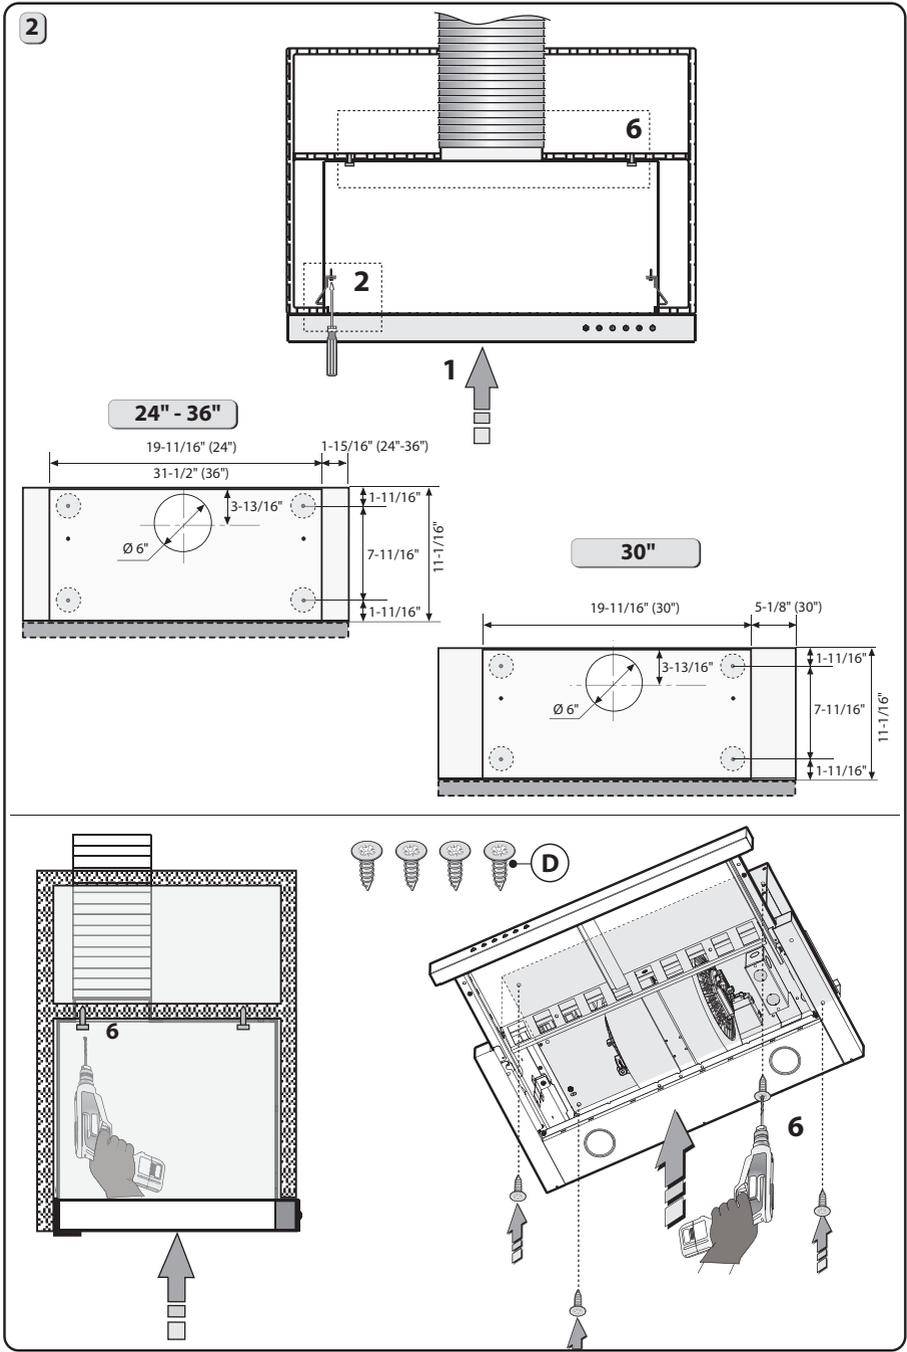

Fig.5
- 5 - Fixer la hotte à la tablette de support comme illustré à la Fig. 5, étape 6, puis ajuster l'entretoise L à l'aide des vis P afin de combler l'espace entre la hotte et le derrière des armoires (Fig. 4, étape 5).